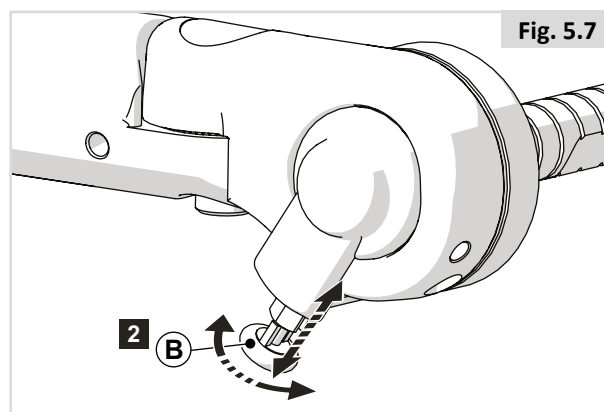

Fig. 5.7
Multijusterbare oppfellbare armlener som følger ryggen (Fig. 5.7)
2. Lås armlenet i oppfelt stilling ved å vri låsen (B) innover. (Fig. 5.7)